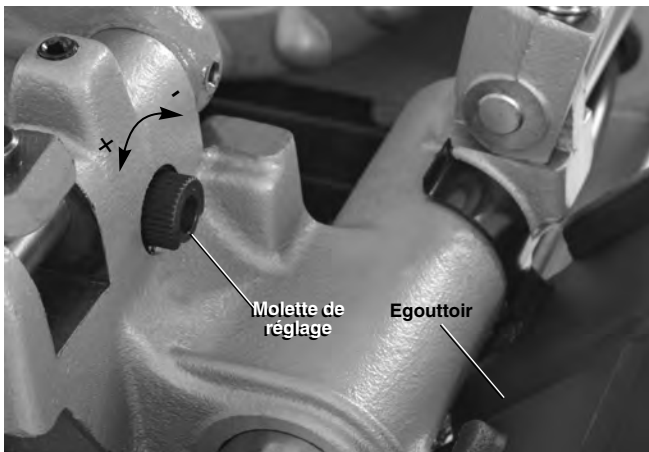

Figure 5 – Réglage du débit d'huile
10. Vérifiez le niveau d'huile de coupe RIDGID. Retirez le tiroir à copeaux et l'insert du carter d'huile pour vous assurer que le tamis d'huile est entièrement submergé. Reportez-vous au chapitre *Entretien du système de lubrification*. Si la machine est équipée d'un égouttoir, assurez-vous qu'il est positionné de manière à diriger l'huile qui retombe de la tête de filière vers le tiroir à copeaux (*Figure 5*).